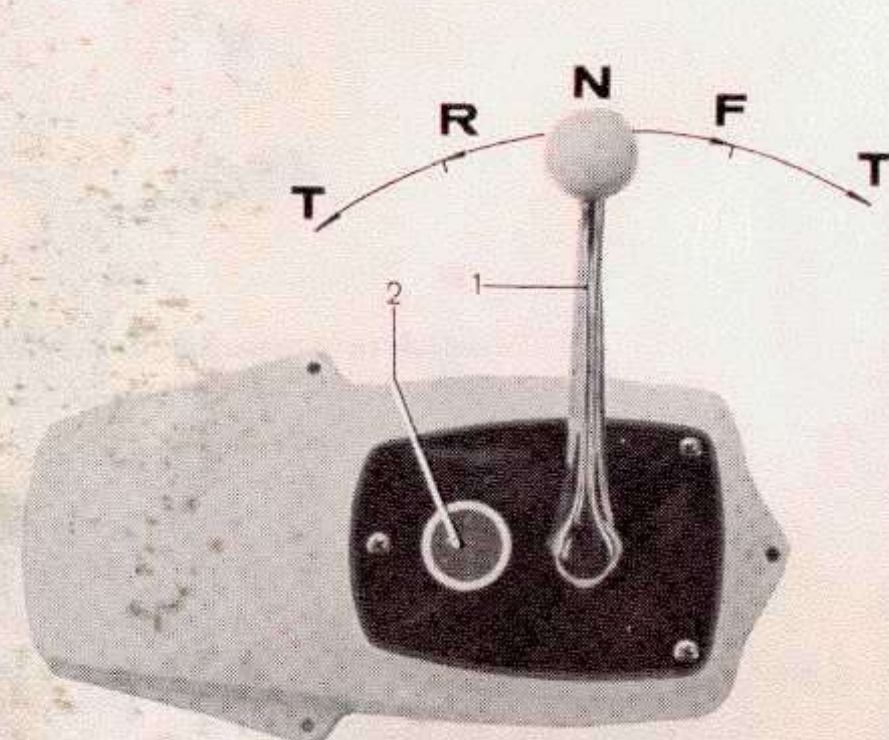

Fig. 16 MV med kåpa för enkelinstallation. För sidomontering.
1. För manöverspaken till neutralläge samt frikoppla växelmanövreringen, se anvisningar fig. 16 och 17. Skjut fram reglagespaken till ca 1/4 gaspådrag. **OBS! Vid varm motor, pumpa ej** med manöverspaken då motorn är utrustad med Solex fallförgasare som har accelerationspump.
7. För manöverspaken till neutralläge för inkoppling av växelmanövreringen (se fig. 16, 17). Båten är här efter klar att tagas i bruk.